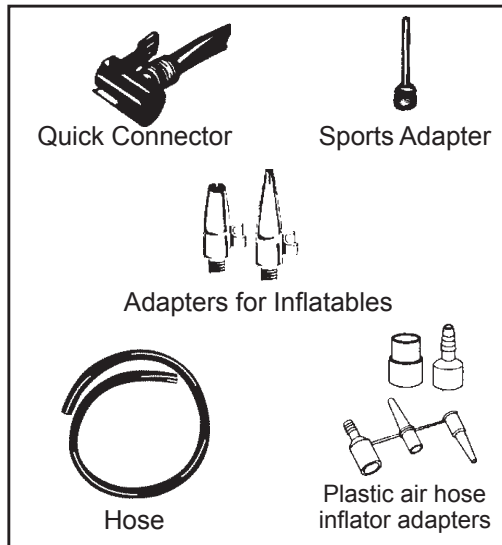

Figure 5
3. À l'autre extrémité du tuyau insérez un adaptateur adéquat pour le pneumatique (fig.5) et insérez-le dans le récepteur approprié du pneumatique.
3. À l'autre extrémité du tuyau, sélectionnez et insérez l'adaptateur approprié (Fig. 5).